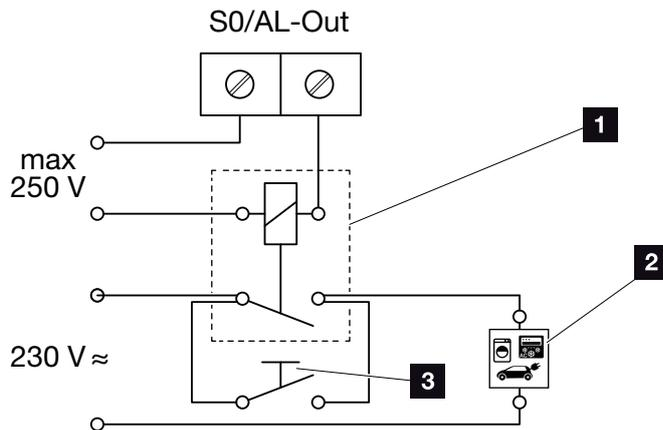

Fig. 60 : Raccordement électrique pour l'autoconsommation
1. Raccorder correctement le relais de charge externe à la borne de raccordement SO/AL-Out.  **Fig. 60**